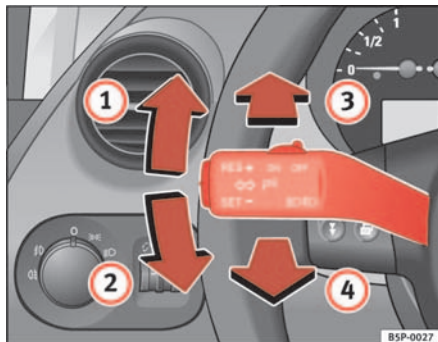

Abb. 77 Blinker und Fernlichthebel
- Drücken Sie den Hebel bis zum Anschlag nach oben ⇒ Abb. 77 ①, um **rechts** zu blinken, bzw. nach unten ②, um **links** zu blinken.
- Drücken Sie den Hebel nach vorne ⇒ Abb. 77 ③, um das Fernlicht einzuschalten.